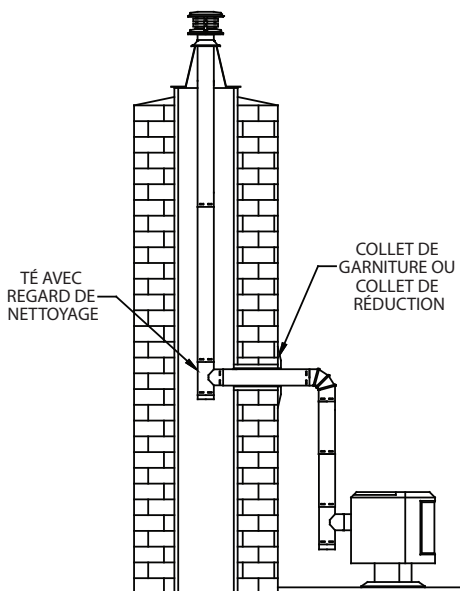

Figure 26
B. Un té est installé à la base du tuyau vertical (Figure 26).